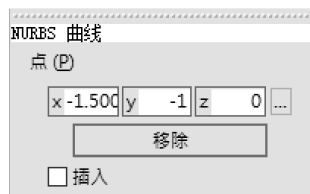

图 3-19 “移除”按钮
7) 选中曲线上的任意控制点, 按〈Delete〉键, 或在控制面板中单击“移除”按钮进行删除, 如图 3-19 所示。